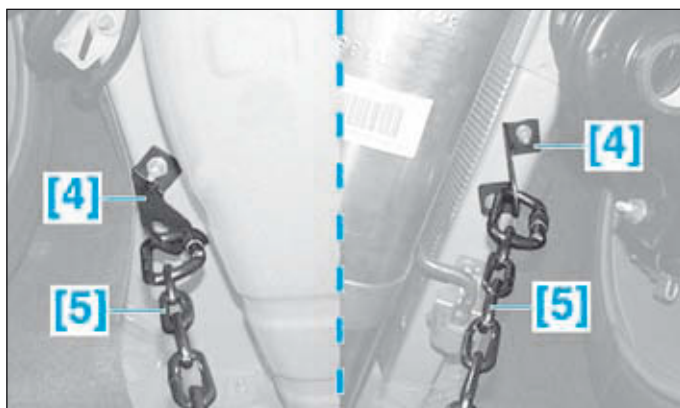

FIG.3
- Mettre en place les outils [4] et [5] sur l'arrière du véhicule (Fig.3).